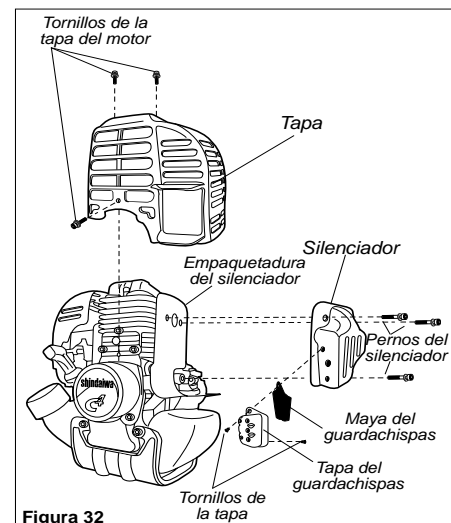

Figura 32
1. Con una llave hexagonal de 3 mm retire los tres tornillos de la tapa del motor y la tapa del motor. Consulte la figura 32.
2. Con una llave hexagonal de 3 mm retire los pernos del silenciador y el silenciador. Consulte la figura 32.
3. Con un destornillador de cuchila plana retire los dos tornillos sosteniendo la maya guardachispas y la tapa del silenciador. Consulte la figura 32.